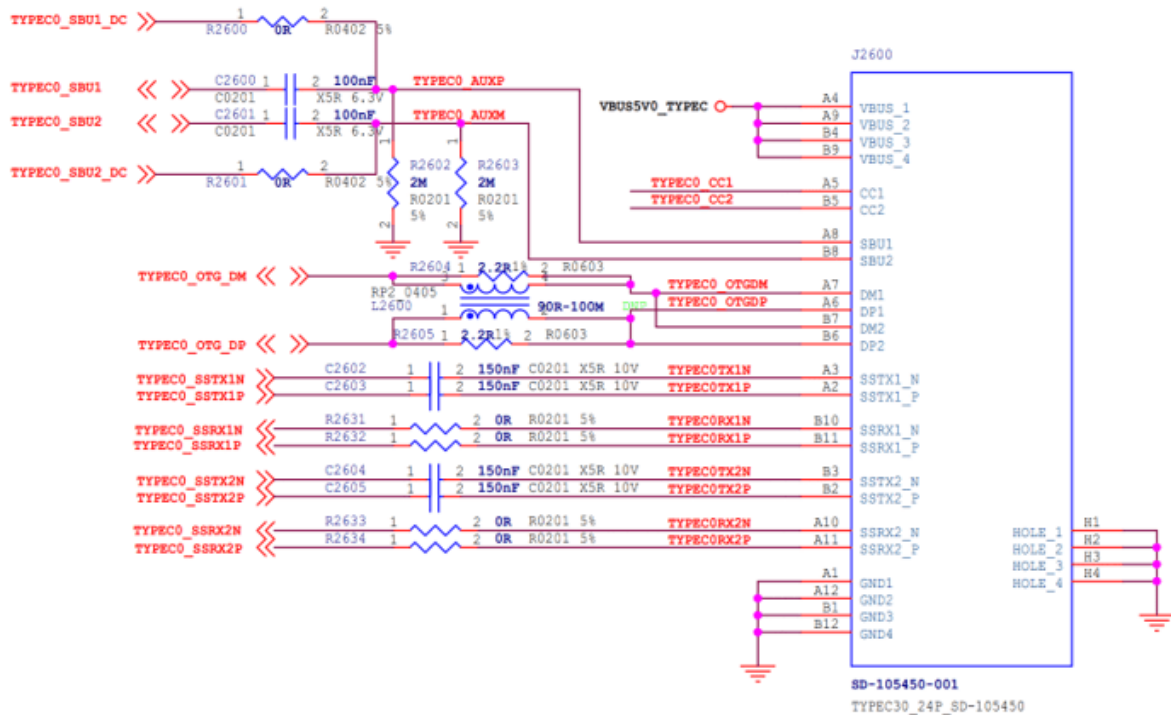

图 19 RK3588 Type-C0 接口
5. `TYPECO_SBU1/TYPECO_SBU2` 只用于 DP Alternate Mode 的 AUX 通信。按照 AUX 的协议要求，需要根据 Type-C 插入的正反面，对 SBU1/SBU2 进行相应的电平上拉操作。因为 RK3588 芯片内部没有实现 SBU1/SBU2 的自动上拉，所以要求硬件外部电路增加两个 GPIO 控制（对应图 19 中的 `TYPECO_SBU1_DC/TYPECO_SBU2_DC`）。对 GPIO 的默认上下拉方式没要求，可以选择任意的 GPIO。软件上，需要修改 `usb_dp_phy` 节点的属性 `sbu1-dc-gpios` 和 `sbu2-dc-gpios` 进行适配；